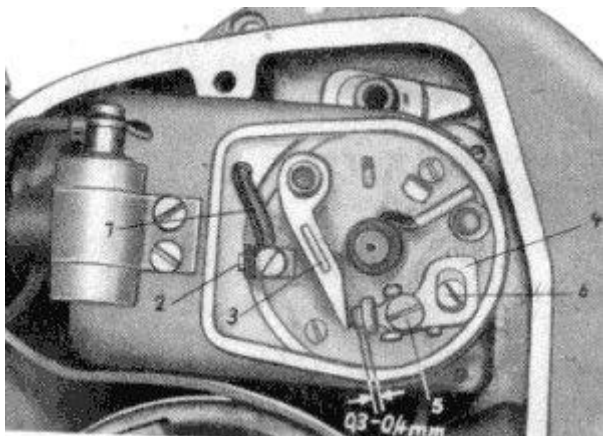

Bild 48. Magnetzünder
Um ein einwandfreies Arbeiten des Magnetzünders zu gewährleisten, ist der Zustand des Unterbrechers (**Bild 48**) von Wichtigkeit. Alle 2.000km ist nach Abheben des Unterbrecherdeckels der Abstand zwischen den Kontakten des Unterbrechers zu prüfen. Er soll, wenn das Anlaufklötzchen des **Unterbrecherhebels** (3) auf dem höchsten Punkt des Nockens steht, 0,4mm betragen. Dazu benutzt man die im Werkzeug enthaltene Einstellehre. Muss der Kontaktabstand nachgestellt werden, so löst man die **Klemmschraube** (5) des festen **Unterbrecherkontaktes** (4) und stellt durch Verdrehen des **Exzenters** (6) den Abstand 0,4mm wieder her. Dann ist die **Klemmschraube** (5) wieder fest anzuziehen. Abgenutzte Kontakte glättet man am besten mittels eines Ölsteins. Dazu müssen die Kontakte ausgebaut werden. Zum Ausbau des **Unterbrecherhebels** (3) ist lediglich das **Primärkabel** (1) abzuklemmen und die **Befestigungsschraube** (2) für die Unterbrecherfeder zu lösen, wonach man den Unterbrecherhebel von dem Unterbrecherbolzen abheben kann. Beim Einbau ist darauf zu achten, dass die Unterbrecherfeder durch die beiden Isolierscheiben gegen Masse isoliert wird. Der feststehende **Unterbrecherkontakt** (4) lässt sich nach dem Heraus-schrauben der **Klemmschraube** (5) ebenfalls leicht herausnehmen.